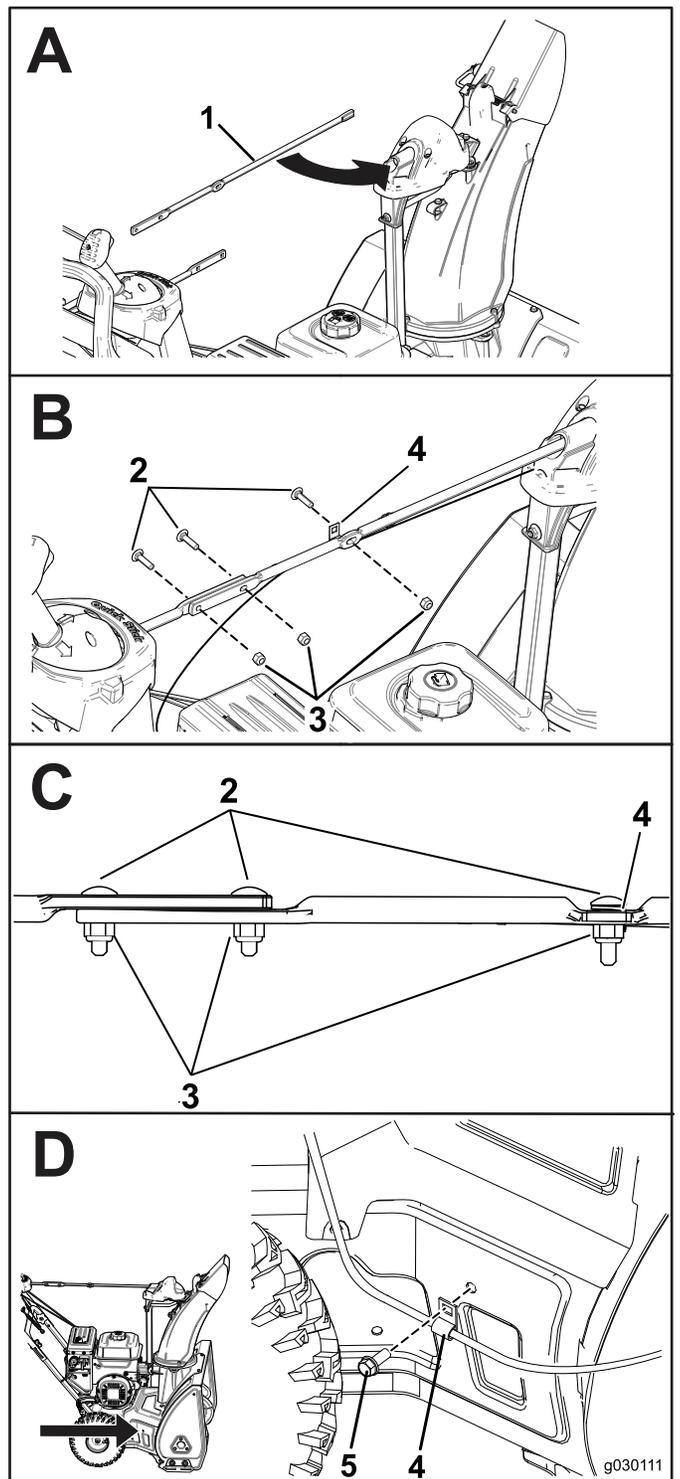

Figura 5
2. Montate l'asta del camino di scarico e fissate i cavi (Figura 5).